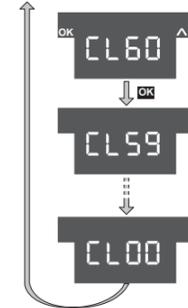

Figure 9
- À l'aide de la touche sensorielle ▲ sélectionner la commande de menu CL60 associée à la fonction de nettoyage et actionner la touche sensorielle OK (figure 9).